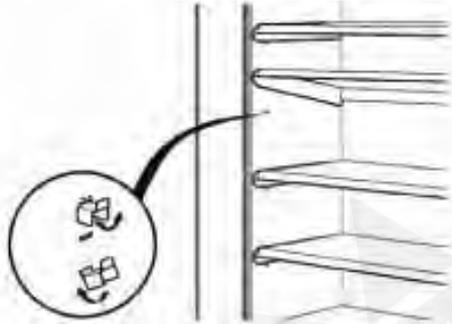

Fig. 13
- Träger aushaken und, wie in Fig. 13 gezeigt, ein, zwei oder drei Löcher tiefer wieder einhaken.
- Unhook supports and replace one, two or three holes lower as shown in fig 13.
- Décrocher les supports et, tel qu'indiqué dans la fig. 13, les raccrocher un, deux ou trois trous plus bas.
- Sganciare i supporti (vedi fig. 13) e poi riagganciarli uno, due o tre fori più in basso.